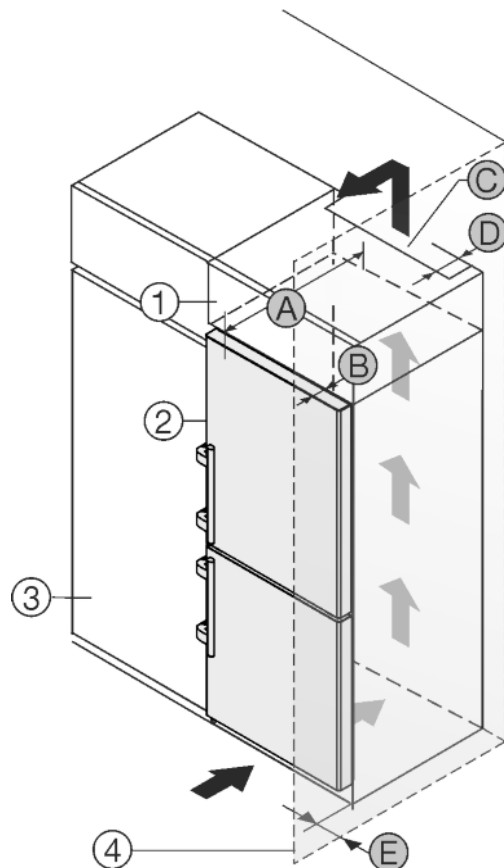

Fig. 50
Přístroj lze zabudovat do kuchyňských skříní. K vyrovnání přístroje Fig. 50 (2) na výšku kuchyňské linky lze na přístroj nasadit nástavec Fig. 50 (1).
Přístroj lze instalovat přímo vedle kuchyňské skříňky *Fig. 50 (3)*. Aby bylo možné dvířka plně otevřít, musí přístroj přesahovat o hloubku *Fig. 50 (B)* vůči přední linii kuchyňské skříňky. V závislosti na hloubce kuchyňských linek a použití vymezočů odstup od stěny může přístroj vyčnívat dále.
- Na zadní straně nastavné skříňky musí být větrací šachta hluboká *Fig. 50 (D)* přes celou šířku nastavné skříňky.
- Pod stropem místnosti musí být dodržen ventilační průřez *Fig. 50 (C)*.
Pokud je přístroj se závěsy instalován vedle stěny *Fig. 50 (4)*, musí být dodržena vzdálenost *Fig. 50 (E)* mezi přístrojem a stěnou. To odpovídá přesahu madla při otevřených dveřích.